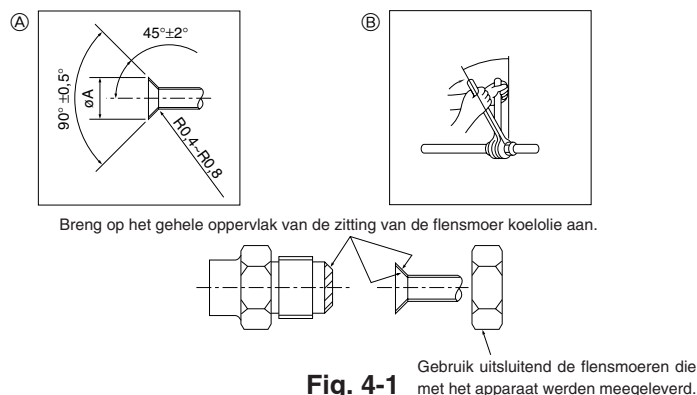

Fig. 4-1
4.2. Binnenapparaat (Fig. 4-1)